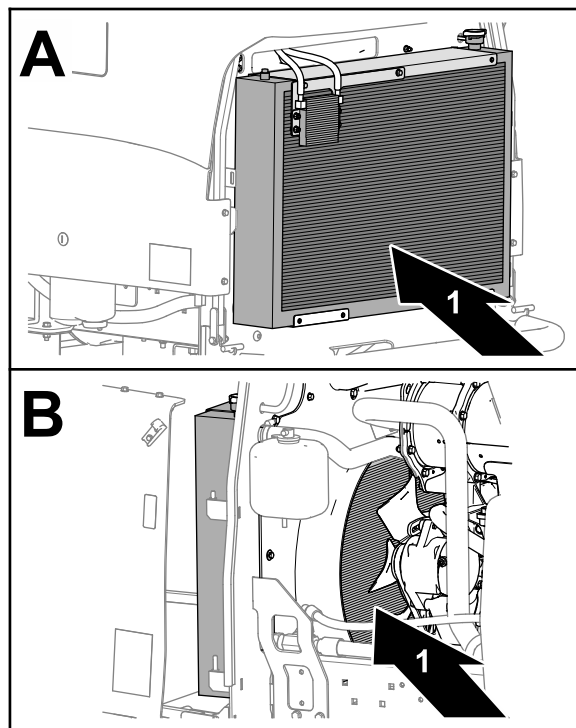

Bild 66
7. Reinigen Sie beide Seiten des Kühlers und des Ölkühlers gründlich mit Druckluft (Bild 66).